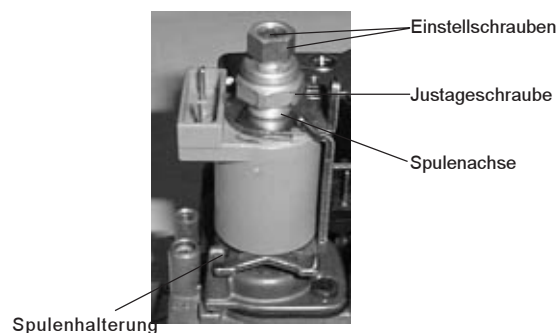

Bild 4
3. Justageschraube solange mit einem 15 mm Steckschlüssel entgegen dem Uhrzeigersinn drehen (Bild 4), bis Spule inklusive Halterung problemlos entfernt werden kann (Bild 6 + 7). Anschließend gegebenenfalls vorhandene Teflonreste vorsichtig aus freigewordenem Gewinde entfernen.